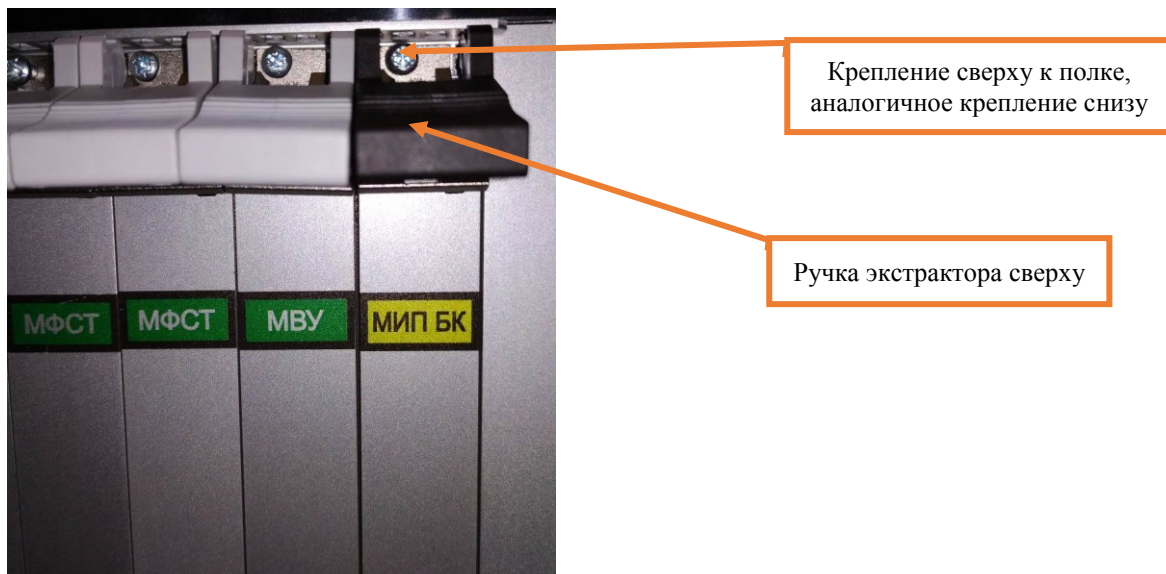

Рисунок 2. Крепление модуля МИПБК.
7.1.3 Отвернуть невыпадающие винты крепления в верхней и нижней части лицевой панели модуля МИПБК (Рисунок 2).